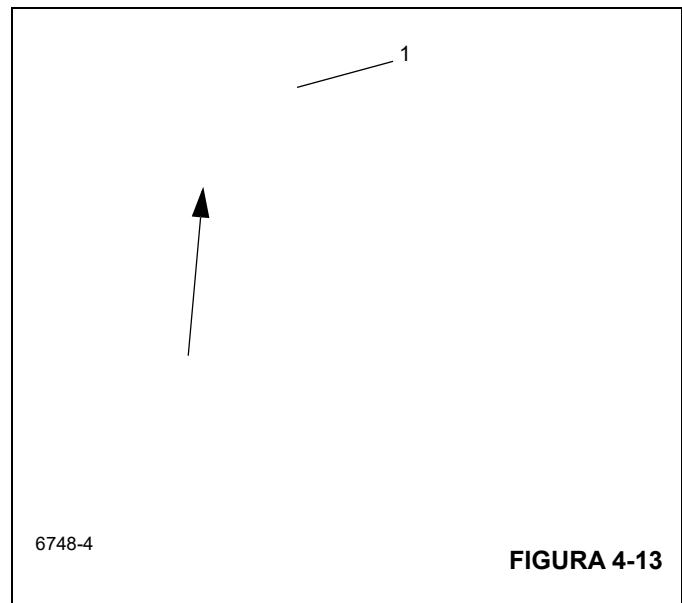
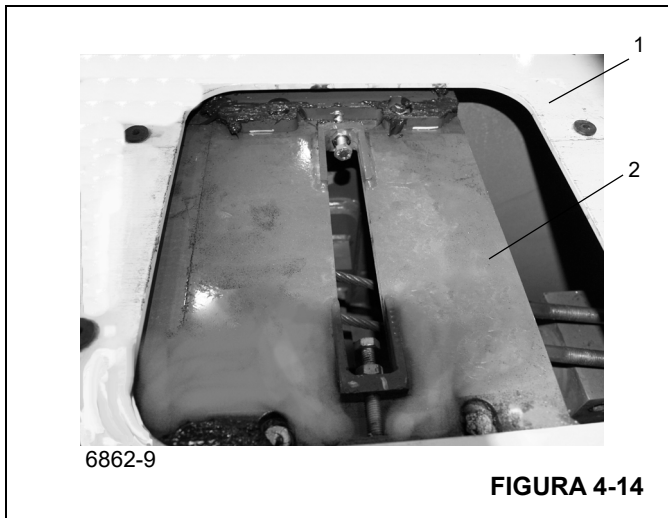

FIGURA 4-13
FIGURA 4-14
- Retire la cubierta de acceso (1), (Figura 4-13) de la parte superior trasera de la sección base. Deslice el conjunto fuera de la sección base (1), (Figura 4-14) lo suficiente para poder acceder a las almohadillas de desgaste ajustables superiores traseras en la sección central interior (2), (Figura 4-14).